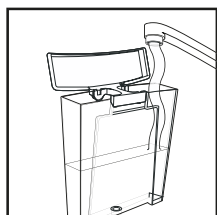

Рис. 1
- Снимите ёмкость (16), наполните ее холодной водой до отметки MAX и установите на место (рис. 1).
- Снимите ёмкость (16), наполните ее холодной водой и установите на место (рис. 1).